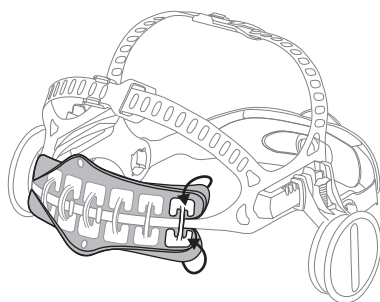

Fig. 18a
- b. Placer les coins du nouveau bandeau antisudation autour du dispositif de retenue (Fig. 18a).